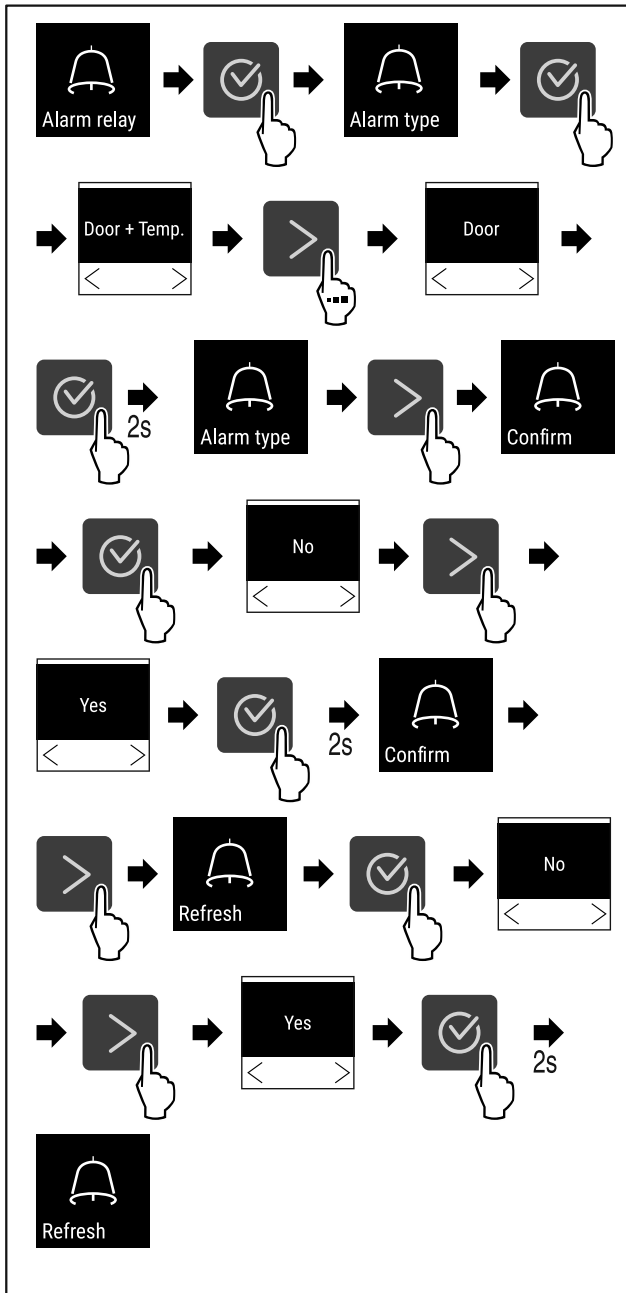

Fig. 110
- ▶ Hajtsa végre a művelet lépéseit (lásd Fig. 110) .